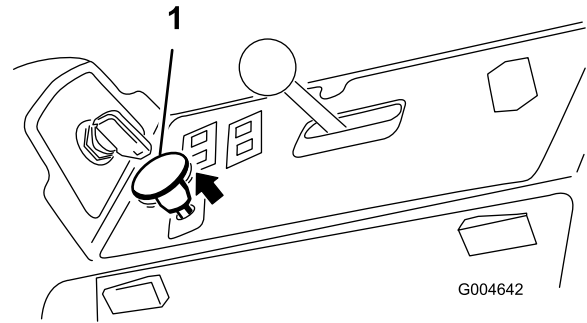

Figura 21
3. Tire del mando de la toma de fuerza para engranarla (Figura 21).